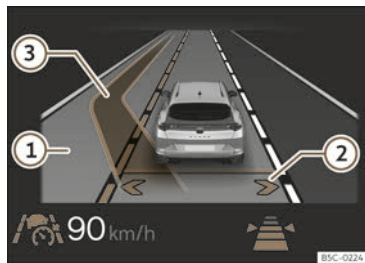

Abb. 151 Im Display des Kombi-Instruments: Anzeige des assistierten Spurwechsels (schematische Darstellung).
Dadurch wird der assistierte Spurwechsel aktiviert. Die Pfeile der eigenen Fahrspur werden im Display des Kombi-Instruments in Grau angezeigt >>> (Abb. 151) ②
Hat das System keine Objekte im Erfassungsfeld der Sensorik erkannt und ist ein assistierter Spurwechsel auf eine benachbarte Spur möglich, wird die entsprechende Spur im Display des Kombi-Instruments neben der eigenen Spur angezeigt. Der Pfeil auf der entsprechenden Seite der Fahrspur wird in Weiß angezeigt >>> (Abb. 151) ②.